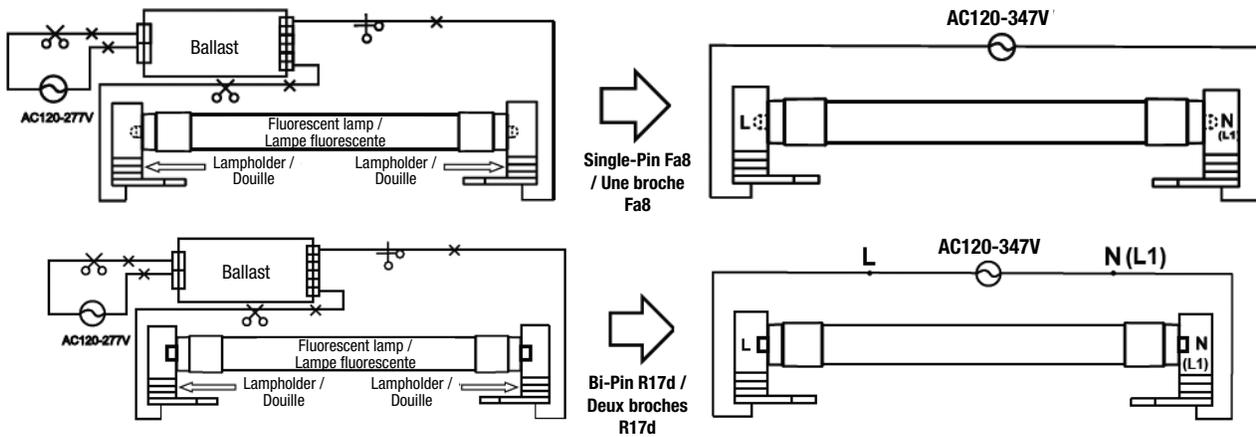

Fig. 3 Retrofit with one lamp / Modernisation avec une lampe
8. Wire using appropriate wiring diagram. See Figures 3 & 4.
8. Câbler en utilisant le schéma de câblage approprié (Fig. 3 & 4)